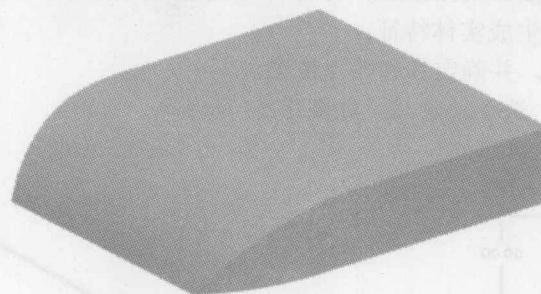

图 1-13
- 9) 单击操控板中的 \checkmark 按钮，完成可变剖面扫描特征的建立，结果如图 1-13 所示。